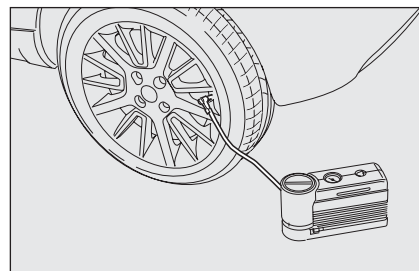
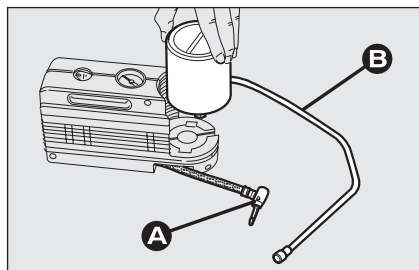

fig. 13
fig. 14
Le compresseur peut aussi être utilisé dans le seul but de rétablir la pression. Dégager le raccord **A - fig. 14** et le brancher directement sur la valve du pneu **fig. 13** ; de cette manière, l'aérosol ne sera pas relié au compresseur et le liquide anti-crevaison ne sera pas injecté.
- libérer l'embout **A** - fig. 14 ;